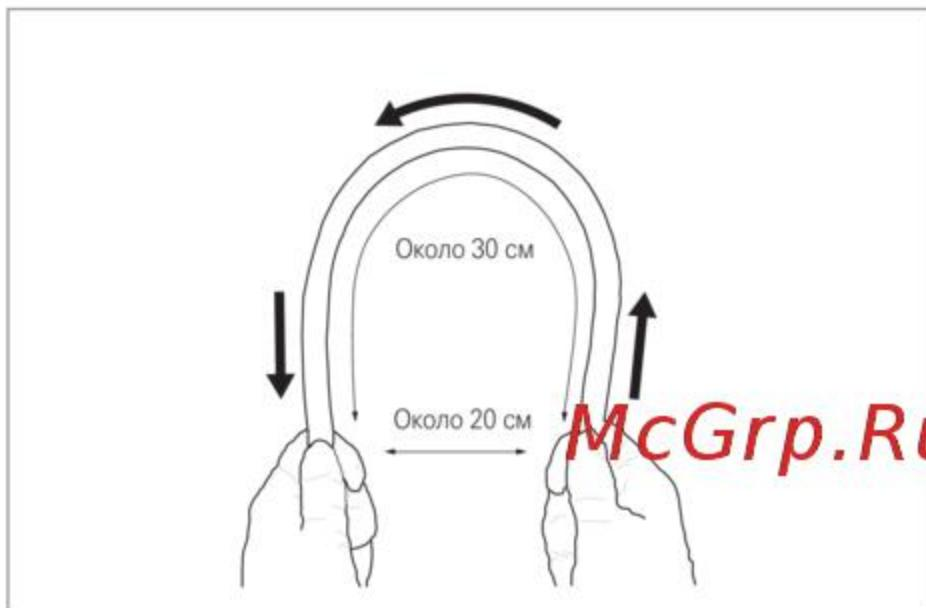

Рис. 3.7
9. Двумя руками согните вводимую трубку в дугу, как показано на Рис. 3.7. Скользящими движениями перемещая вводимую трубку в направлении стрелки на Рис. 3.7, убедитесь, что она плавно и легко сгибается в дугу по всей длине.